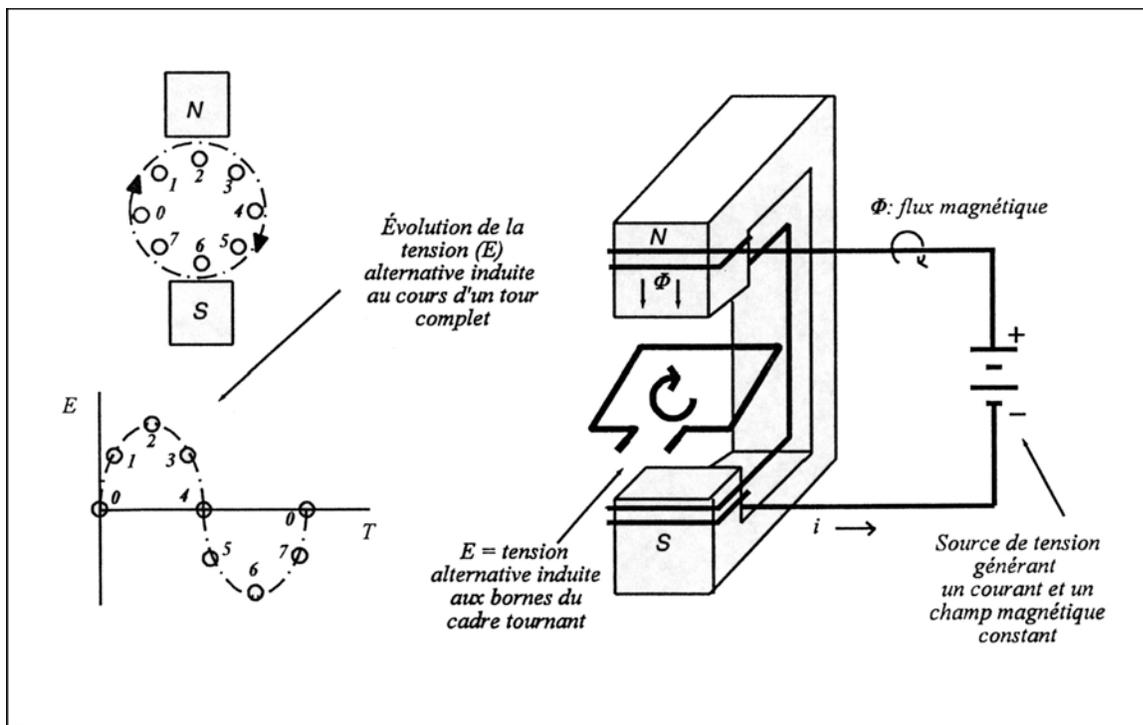

FIGURE 1 : Génération d'une tension alternative induite
Le phénomène de l'induction électromagnétique n'énonce qu'une variation du flux magnétique à l'intérieur d'une bobine ou d'une boucle conductrice induit une tension à ses bornes. Lorsqu'une variation du flux magnétique est produite par un aimant permanent en rotation à l'intérieur d'une boucle immobile, une tension se développe à ses bornes. On obtient le même résultat en faisant varier le flux magnétique de façon vectorielle à l'intérieur d'une boucle par sa rotation dans un champ magnétique constant, ce dernier pouvant être produit par une source de courant indépendante (Voir figure 1). La tension résultante induite (E) est alternative puisqu'au cours d'un tour complet, il y a deux passages à zéro et une inversion de polarité.